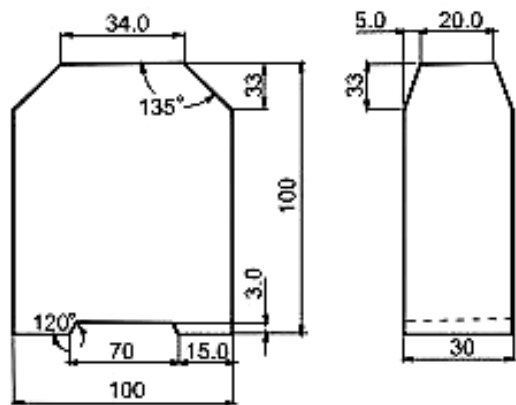

Рис.13
-Подача против слоев также заставляет ножи (23) строгального вала (13) поднимать крупные стружки с поверхности заготовки, в результате чего поверхность выглядит не лучшим образом.
12.3. Юстировка оси строгального вала относительно плоскости стола (Рис.13- 14).